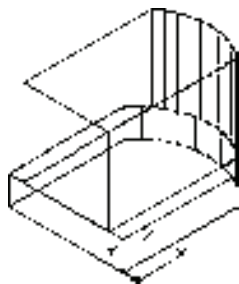

图 11-97 拉伸顶面操作后的实体
10) 单击“实体编辑”工具栏中的“拉伸面”按钮, 将实体顶面向上拉伸“40”。结果如图 11-97 所示。